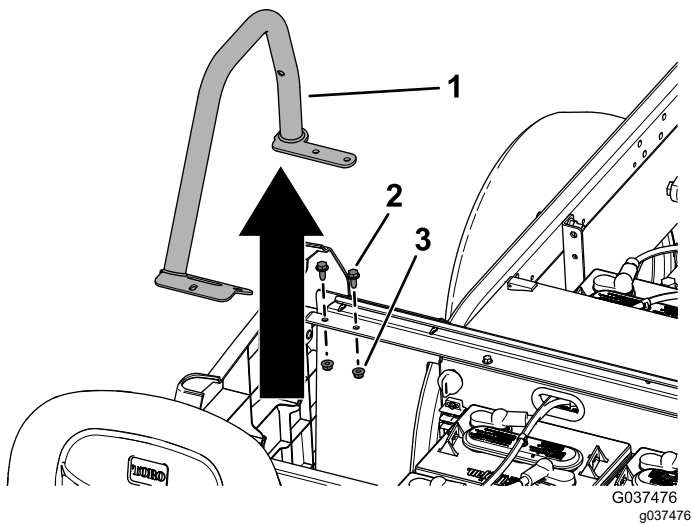

Figuur 5
1. Verwijder eventuele achterstoelen (Figuur 5).